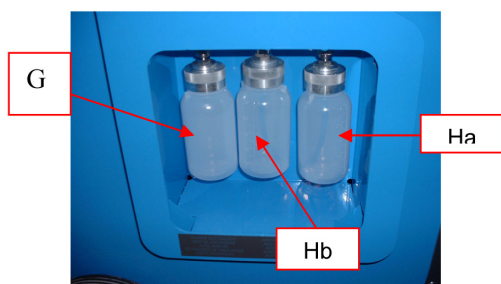

fig. 6 Tartályok
- 3 - Csatlakoztassa a hálózati kábelt (M) és kapcsolja be a berendezést
- 5 - Töltsön friss olajat a tartályba (H) jelzőfestéket (Hb) olaj és UV (fig. 6).